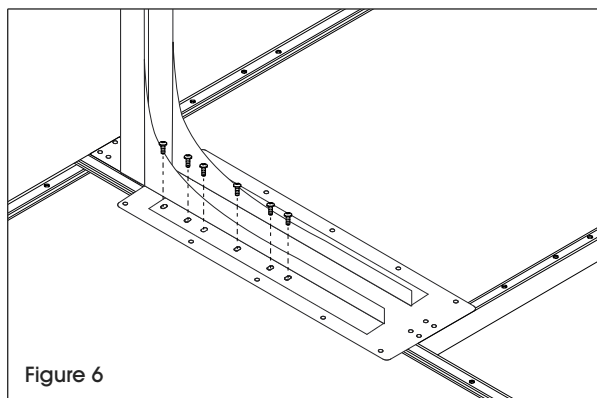

Figure 6
1. Après avoir positionné les deux cadres de table debout, glissez l'extension en L sous la table de base du côté droit ou gauche. Assurez-vous que les coins de table sont alignés et que les six emplacements pour boulons les plus proches du centre du pied sont alignés avec les trous de la surface de table de base. (Voir Figure 6)
2. Fixez le pied en L (6) sur le dessous de la surface de 72 po (5) avec six écrous, boulons et rondelles.